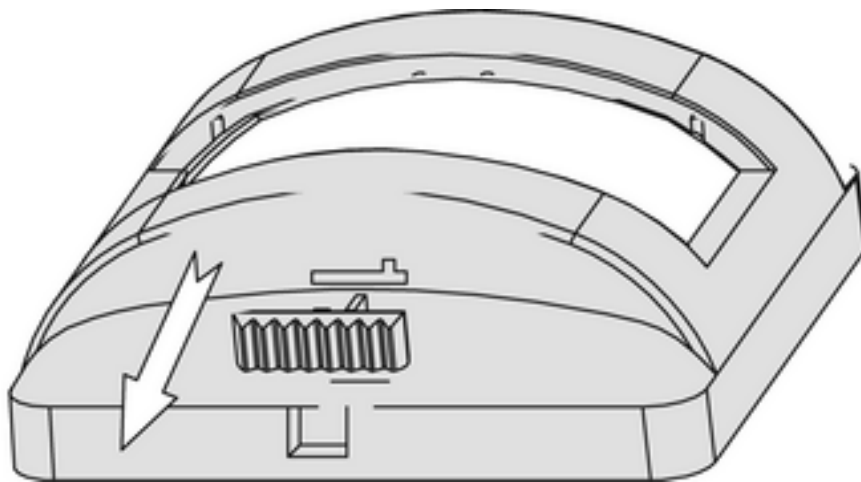

Figure 5: Retirer le sélecteur de modes de fonctionnement
Le sélecteur de modes de fonctionnement (4) du détecteur de mouvement permet de régler trois modes de fonctionnement (figure 5).
- Retirer avec précaution le commutateur à l'aide d'un tournevis (figure 5).